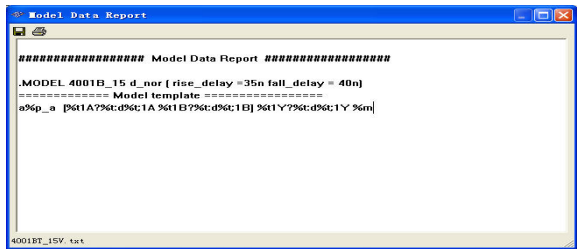

图 4-10 “Model Data Report”窗口
3) Model 按钮：元器件的性能指标。本按钮的功能是列出此元器件的性能指标，单击该按钮出现如图 4-10 所示的“Model Data Report”窗口。